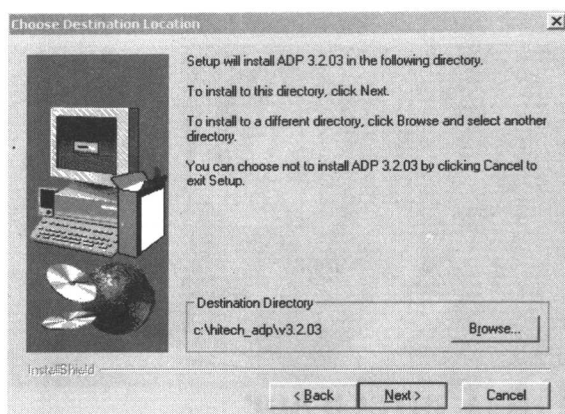

图 1.2.10 选择安装路径
⑩ 点击“Browse”选择安装路径，或选择默认的安装路径，然后点击“Next”，如图 1.2.10